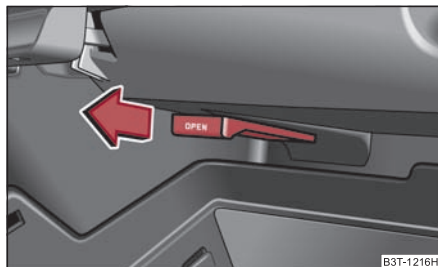

Fig. 108 Compartimento guardaoobjetos: manejo de la refrigeración
- La alimentación de aire se abre tirando de la palanca en sentido de la flecha ⇒ fig. 108.